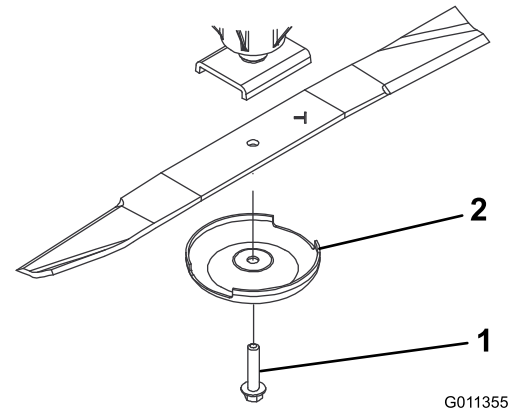

Figura 72
3. Sujete el extremo de la cuchilla con un trapo o un guante con acolchado grueso y retire el perno de la cuchilla, el protector del césped y la cuchilla del eje (Figura 72).
4. Utilice el protector de césped y el perno de la cuchilla para instalar la cuchilla con la vela hacia la carcasa de corte (Figura 72).